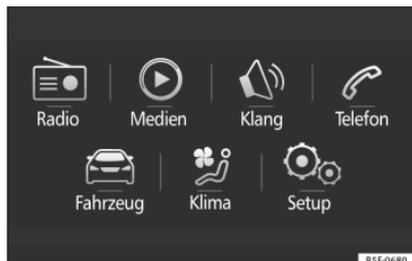

Abb. 39 Easy Connect : Hauptmenü
- Drücken Sie die Systemtaste **MENÜ** und anschließend die Taste **CAR** » **Abb. 39** oder die Systemtaste **CAR**, um zum Menü **CAR** » **Abb. 40** zu gelangen.